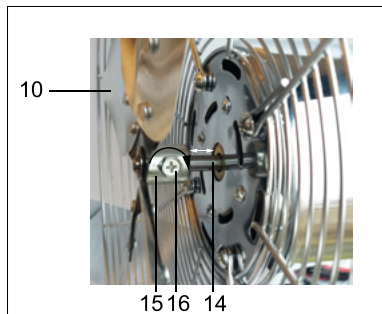

Fig.53: Montage rotor
15. Draai de kruiskopschroef (16) op de afstandhouder (15) van de rotor (10) tegen de klok in los tot de opening die ontstaat, voldoende is.
16. Schuif de rotor (9) met de afstandhouder vooraan op de motoras (14).
*De rotor mag met de afstandhouder niet direct op het motorblok rusten. Zie afb. 53.*